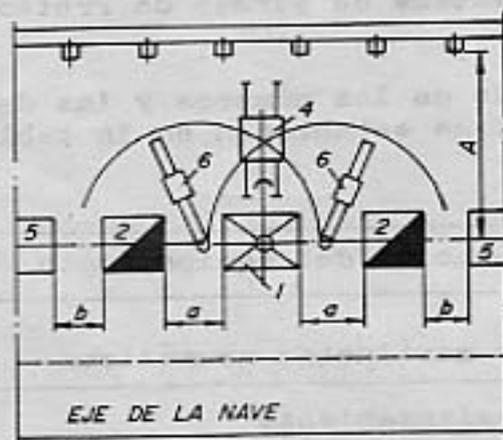

Fig. 2
- 2.2 Las distancias entre los martillos de vapor y aire sobre fundamentos monolíticos y los hornos de calentamiento, entre estos últimos y los equipos contiguos y entre todos estos equipos y las columnas, se establecen en las Figs. 2 y 3 y en la tabla 2.